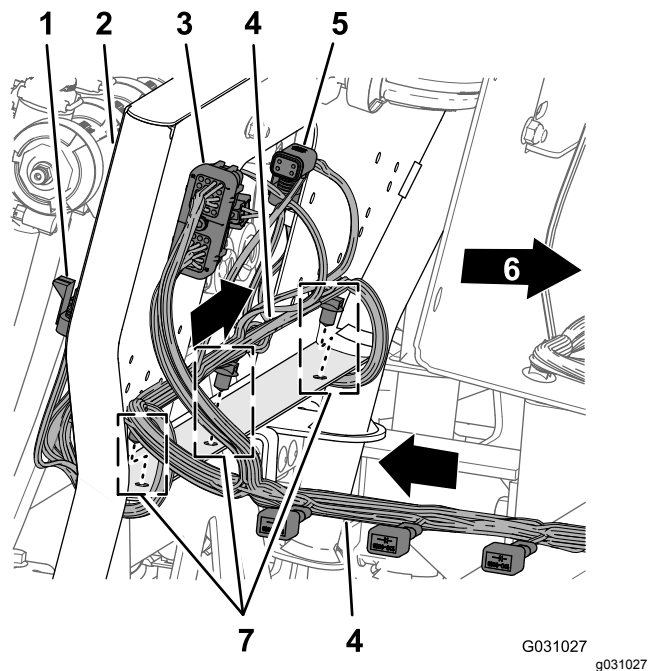

図 126
1. 203 cm の枝線を、10バルブマウントの裏面を横断するように配設するノズルバルブ用の10個のコネクタが後方へ向き、バルブの下に来るようにすること 図 126。
2. 203cm の枝線のモミの木形のアンカーを、10バルブマウントの下側フランジの穴に差し込む 図 126。